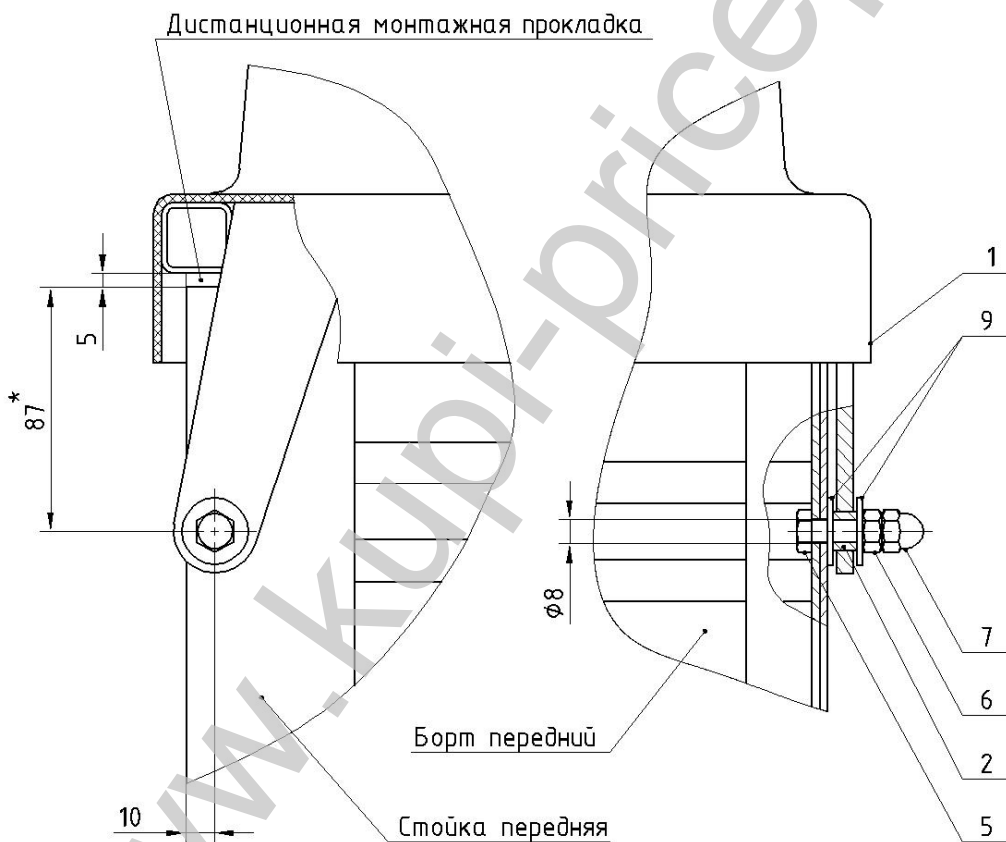

Рисунок 1.
**Гарантийный и послегарантийный ремонт осуществляется по адресу: Московская область, Ленинский район, дер. Горки д.1Б стр.2. 32км Каширского шоссе М6. Схему проезда уточнить по тел. (495) 221 00 18.**
3. Приподнять переднюю часть крышки и положить между передним бортом прицепа и передней частью рамки крышки дистанционную монтажную прокладку толщиной 5мм (рис. 1).
4. Сдвинуть крышку так, чтобы центры отверстий петель оказались в 10мм от края переднего борта, как показано на рис. 1.
5. Вставить в петли крышки втулки 2 и просверлить отверстия  $\varnothing 8$ мм через втулки, в передних стойках прицепа (рис. 1).
6. Установить в соответствующем порядке втулку 2, шайбы 9, болт 5 и гайки 6 и 7 как показано на рис. 1.